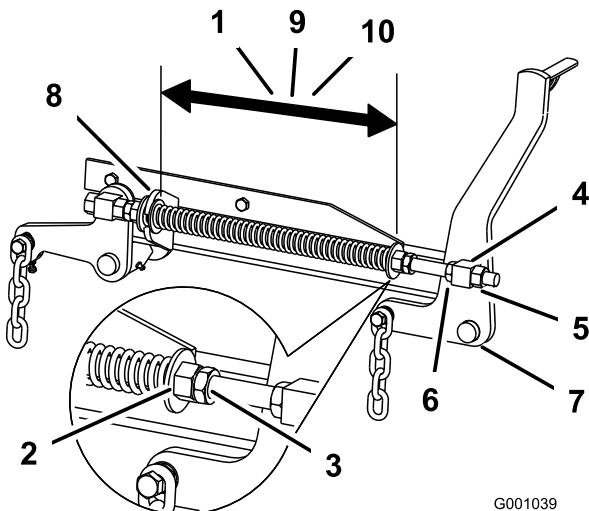

Figure 70
coupe de 60 pouces, ou de 29,2 cm (11,5") pour les tabliers de coupe de 72 pouces (Figure 70).
3. Réglez cette distance en desserrant l'écrou de blocage du ressort et en tournant l'écrou devant chaque ressort (Figure 70). Tournez l'écrou dans le sens horaire pour raccourcir le ressort, et dans le sens inverse pour l'allonger.
4. Bloquez l'écrou en position en serrant l'écrou de blocage du ressort (Figure 70).